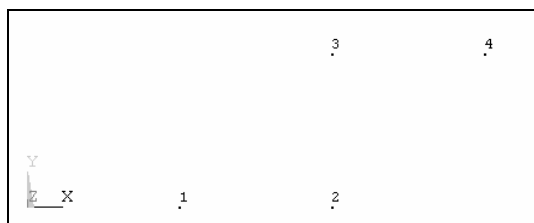

图 2-3 4 个关键点
- (1) 依次选择 Main Menu>Preprocessor>Modeling>Create>Keypoints>In Active Plane，弹出“Create Keypoints in Active Coordinate System”窗口。
- (2) 在“Create Keypoints in Active Coordinate System”窗口中的“X, Y, Z Location in active CS”后的三个方框中依次填入“0.1”、“0”、“0”。
- (3) 单击“Create Keypoints in Active Coordinate System”窗口中的“Apply”按钮，再次弹出“Create Keypoints in Active Coordinate System”窗口。
- (4) 在“Create Keypoints in Active Coordinate System”窗口中的“X, Y, Z Location in active CS”后的三个方框中依次填入“0.2”、“0”、“0”。
- (5) 单击“Create Keypoints in Active Coordinate System”窗口中的“Apply”按钮，再次弹出“Create Keypoints in Active Coordinate System”窗口。
- (6) 在“Create Keypoints in Active Coordinate System”窗口中的“X, Y, Z Location in active CS”后的三个方框中依次填入“0.2”、“0.1”、“0”。
(7) 单击“Create Keypoints in Active Coordinate System”窗口中的“Apply”按钮，再次弹出“Create Keypoints in Active Coordinate System”窗口。
(8) 在“Create Keypoints in Active Coordinate System”窗口中的“X, Y, Z Location in active CS”后的三个方框中依次填入“0.3”、“0.1”、“0”。
(9) 单击“Create Keypoints in Active Coordinate System”窗口中的“OK”按钮，图形界面生成 4 个关键点（见图 2-3）。